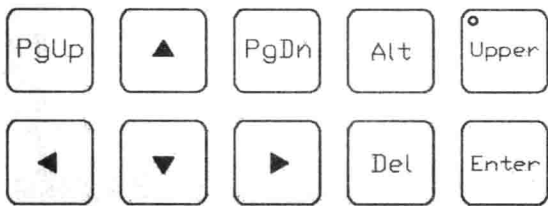

图 1-11 光标控制功能键
(4) 进入到编辑界面后, 可利用【▲】【▼】【▶】【◀】光标键来移动光标到需要的位置, 并且在程序页数较多时可按【PgUp】【PgDn】翻页键来快速移动光标。选定好要修改的位置后, 按【Del】键删除光标后面的字符, 如图 1-11 所示。